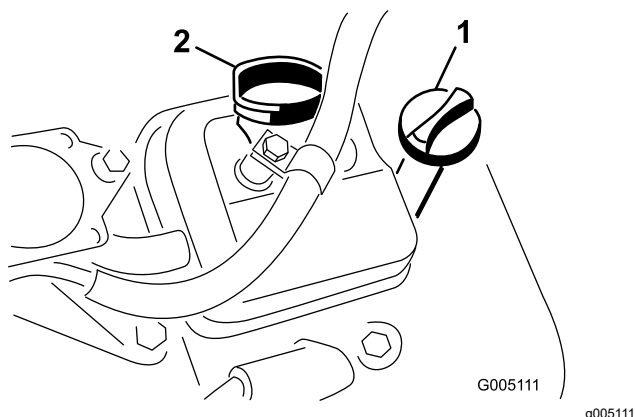

Figura 33
- Insira a vareta no tubo da vareta e enrosque-a no tubo (Figura 33).